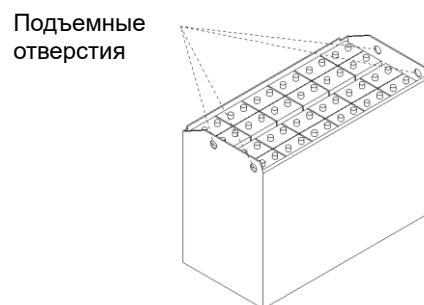

Рисунок 2-42
- (4) Места захвата для подъема аккумулятора показаны на Рис. 2-42.